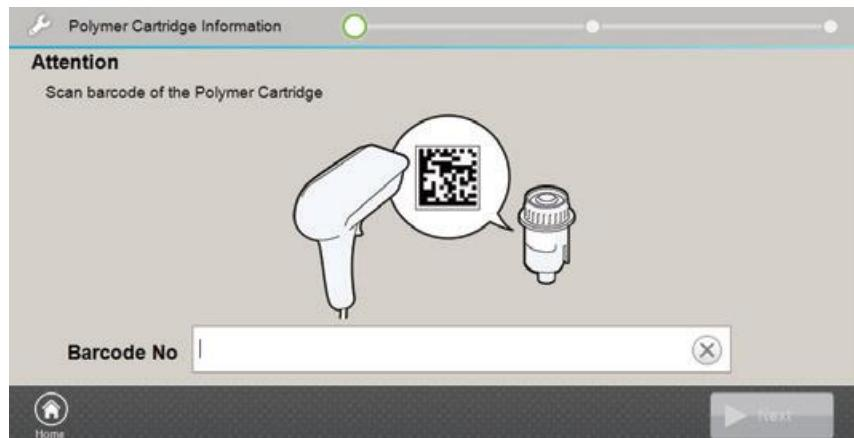

図 26 ポリマーカートリッジのバーコード読み込み画面
- フッターの **Install** ボタンを押すと交換手順のウィザードが開始され、ポリマーカートリッジのバーコード読み込み画面（図 26）が表示されます。